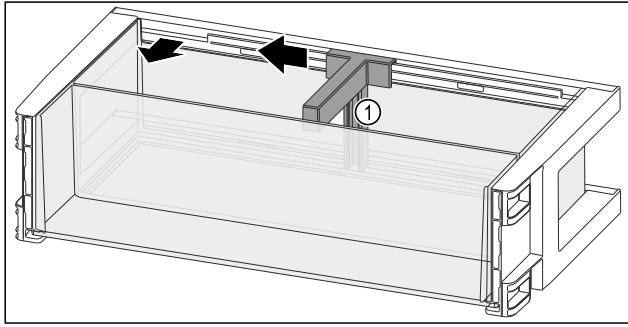

Fig. 114
- Şişe yerlerini Fig. 114 (1) çıkıntıya kadar yana itin.
- Şişe yerlerini Fig. 114 (1) çıkarın.